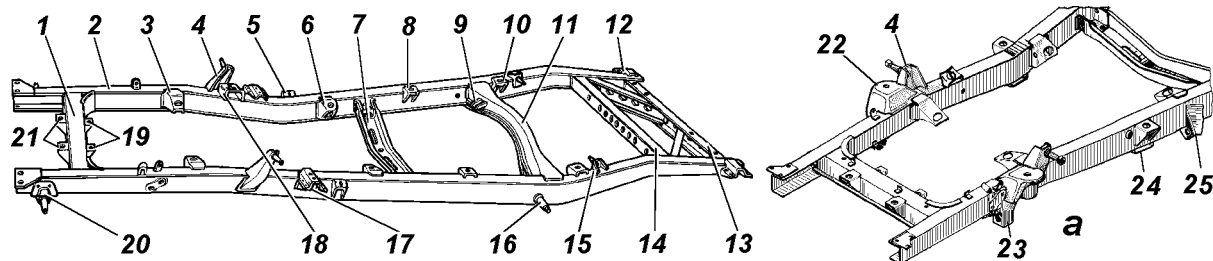

Рис. 6.1. Рама:
**Рама** автомобилей - сварная (рис. 6.1), состоит из двух лонжеронов, соединенных между собой пятью поперечинами. Одна из поперечин (вторая спереди) крепится болтами на кронштейнах рамы. Болтовое крепление этой поперечины предусмотрено для облегчения снятия и установки коробки передач и раздаточной коробки в сборе.